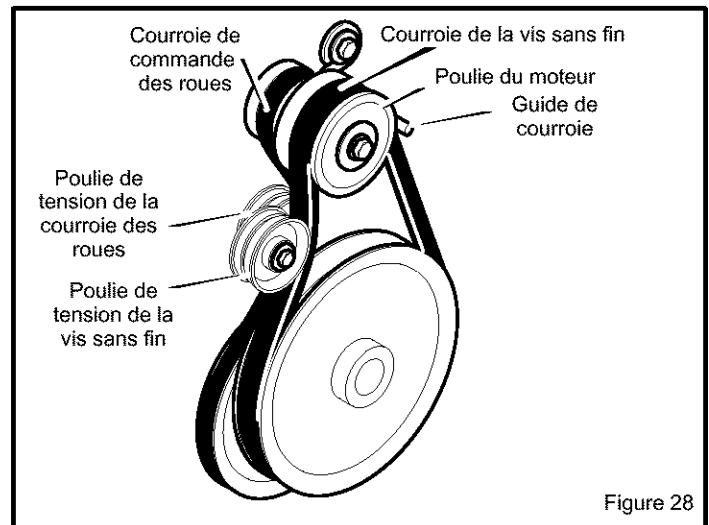

Figure 28
3. Desserrer l'écrou sur la poulie de tension et pousser la poulie de tension vers la courroie d'environ 1/8 po (3 mm) (voir Figure 28).
COURROIE DE LA VIS SANS FIN (VOIR FIGURE 28)
6. Relâcher le guide de courroie et le tirer de la courroie de la poulie de tension. Voir Figure 28.
7. Desserrer les guides de courroie et les écarter de la poulie de tension. Voir Figure 28.